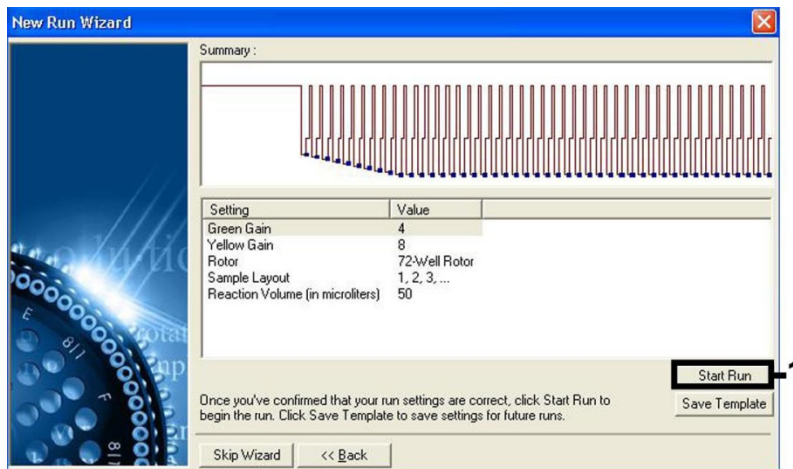

Abbildung 7. Starten des Laufs.
Der Messbereich der Fluoreszenzkanäle muss auf die Fluoreszenzintensitäten in den PCR-Röhrchen abgestimmt werden. Klicken Sie im Dialogfeld **New Run Wizard** (Assistent für neue Läufe) auf **Gain Optimisation** (Verstärkungsoptimierung), um das Dialogfeld **Auto-Gain Optimisation Setup** (Einrichtung der automatischen Verstärkungsoptimierung) zu öffnen (siehe Schritt 6 und Abbildung 7 im Protokollblatt „*Settings to run artus QS-RGQ Kits*“).
8. Die bei der Kalibrierung der Kanäle ermittelten (oder manuell zugewiesenen) Verstärkungswerte werden automatisch gespeichert und im letzten Menüfenster des Programmierungsprotokolls aufgeführt (siehe Abbildung 7). Klicken Sie auf **Start Run** (Lauf starten).